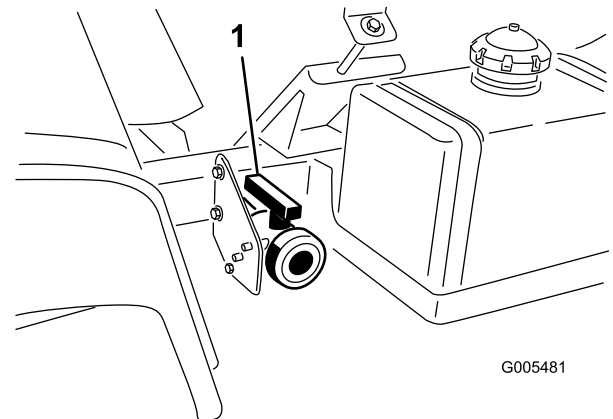

Bild 27
2. Ermitteln Sie das Ablassventil des Behälters an der linken Seite der Maschine (Bild 27). Das Ventil befindet sich am Rahmen vor dem Kraftstofftank.